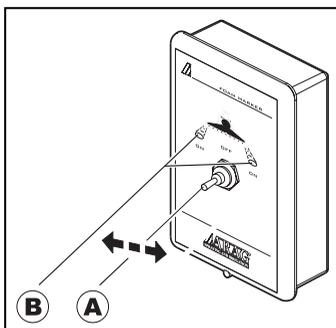

Fig. 14
- 3 Mettre l'électrocompresseur en route en tournant le sélecteur ("A", Fig.14) à droite.
- 6 Tourner le sélecteur à gauche ("A", Fig.14) et répéter les opérations 4 et 5.
- Mettre le compresseur en route, en agissant sur le sélecteur à levier "A" (Fig.14) placé sur le tableau de commandes.